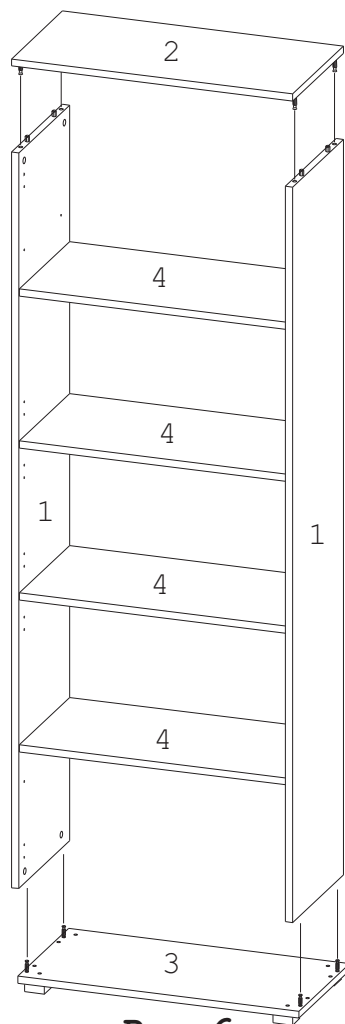

Рис. 6
6. Соединить верх 2 и низ 3 с боками/боками промежуточными 1 (Рис. 6). Затянуть эксцентрики по часовой стрелке до упора.